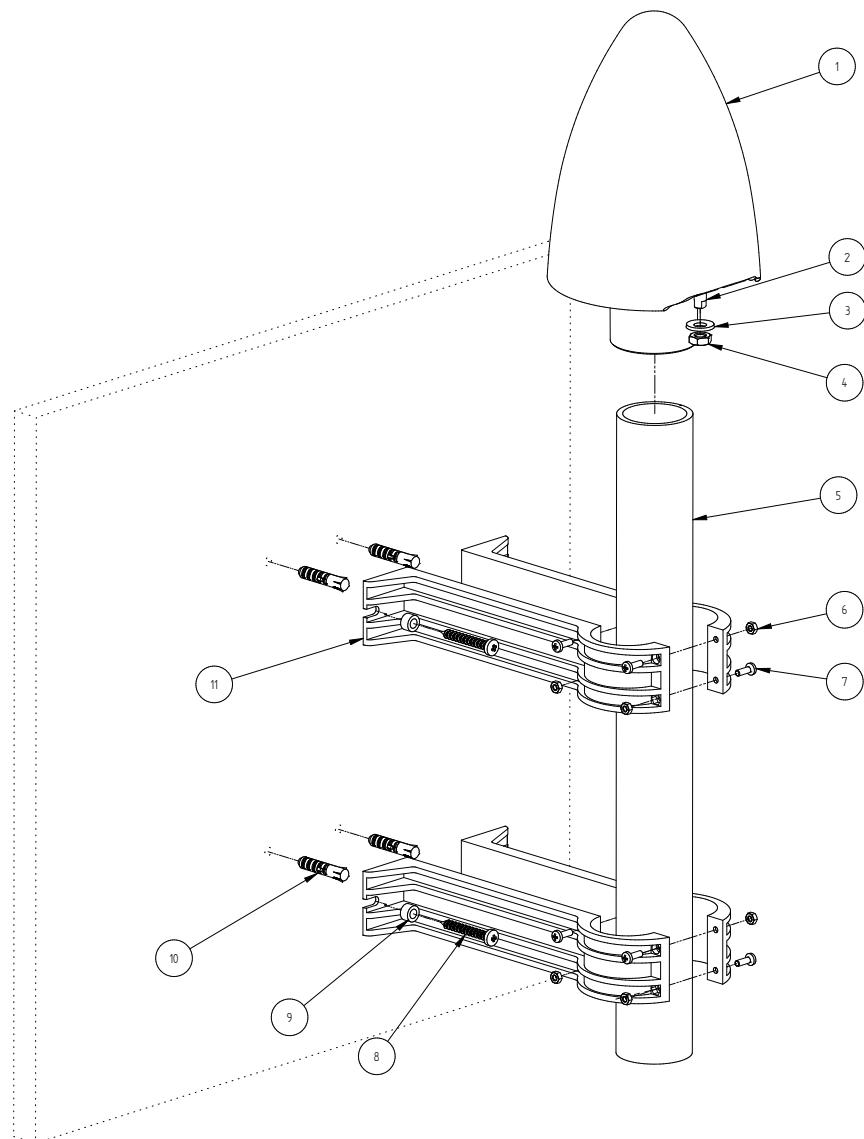
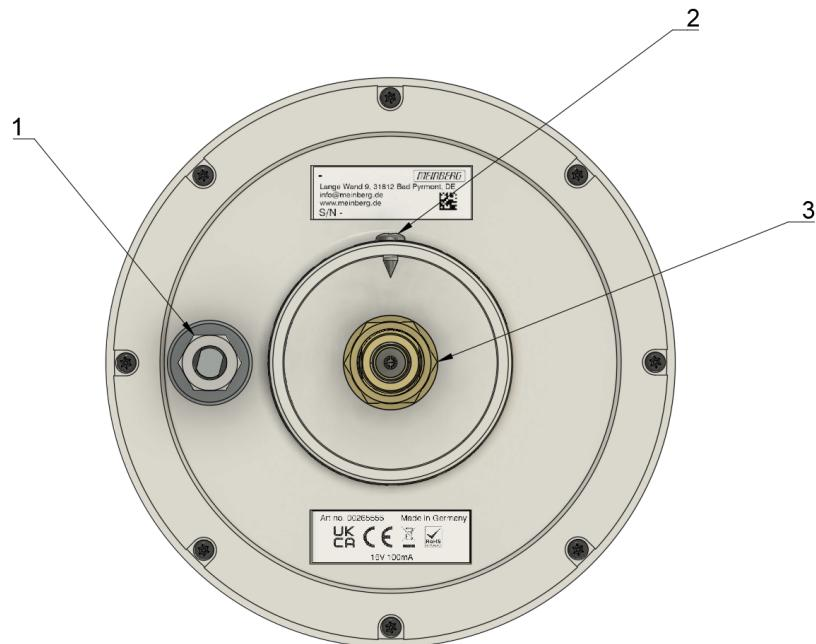

Abbildung 8.6: Montage einer Meinberg GNSS-Antenne an einer Wand
Abbildung 8.7: Unterseite GPSANTv2
■ Abb. 8.6 stellt die Montage einer Meinberg GNSS-Antenne an einer Wand dar.
1. Legen Sie das Antennenrohr (Pos. 5 in Abb. 8.6) in die dafür vorgesehenen Wölbungen der beiden Paare der Antennenrohr-Halter (Pos. 11). Befestigen Sie das Antennenrohr in jeder der beiden Antennenrohr-Halter (Pos. 11), mit vier M4x12-Linsenkopf Kreuzschlitz (Pos. 7) und den entsprechenden M4-Sechskantmuttern (Pos. 6). Um sicherzustellen, dass das Antennenrohr (Pos. 5) so sicher wie möglich sitzt, sollten die oberen und unteren M4x12-Schrauben (Pos. 7) in jedem der beiden Antennenrohr-Halter aus entgegengesetzten Richtungen eingesetzt werden, wie in Abb. 8.6 gezeigt.
5. Führen Sie das eine Ende des Antennenkabels (N-Norm-Stecker) von unten durch das Antennenrohr (Pos. 5 Abb. 8.6) sodass ca. 60 cm herausschauen. Schrauben Sie den N-Norm-Stecker mit dem notwendigen Anzugsdrehmoment von 1 Nm, auf die N-Norm-Buchse der Antenne (Pos. 3 in Abb. 8.7)
6. Setzen Sie die Antenne bis zum Anschlag auf das Antennenrohr. Schrauben Sie nun die Blechschraube (Pos. 2 in Abb. 8.7) im Sockel mit einem geeigneten Schraubendreher (Kreuzschlitz) fest und fixieren so die Antenne (Pos. 1 in Abb. 8.6) am Antennenrohr (Pos. 5 in Abb. 8.6).